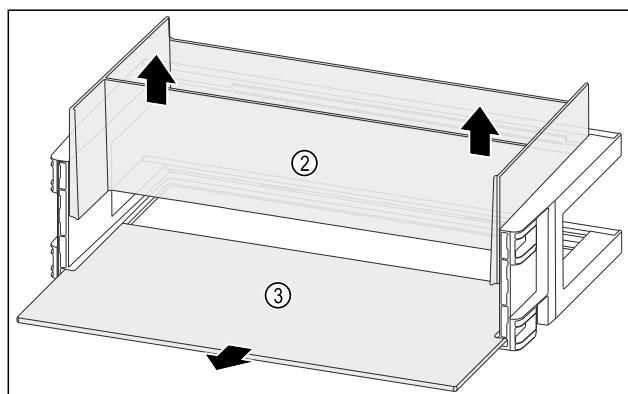

Fig. 122
- ▶ Свалете органайзера Fig. 122 (2) нагоре.
- ▶ Свалете рафта Fig. 122 (3).